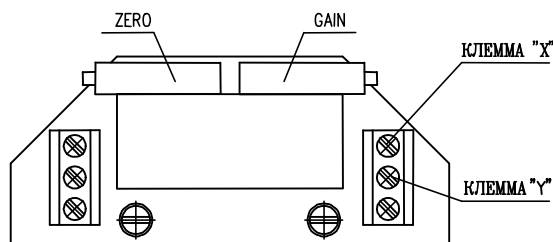

Рис.7
4.4.2 EPV - 3-проводниковое включение (рис.7)
- Установте датчик сопротивления на основании инструкций в предыдущей главе так, что величину сопротивления измеряйте на клеммах X-Y (рис.7). (употреблен датчик с сопротивлением 2000Ω или 100Ω)
- Поворачиванием устанавливающего триммера ZERO (рис.7) установте величину выходного сигнала тока, измеряемого на клеммах 81-82, на величину 0 мА или 4 мА.
- Поворачиванием устанавливающего триммера GAIN (рис.7) установте величину выходного сигнала тока, измеряемого на клеммах 81-82, на величину 20 мА или 5 мА.